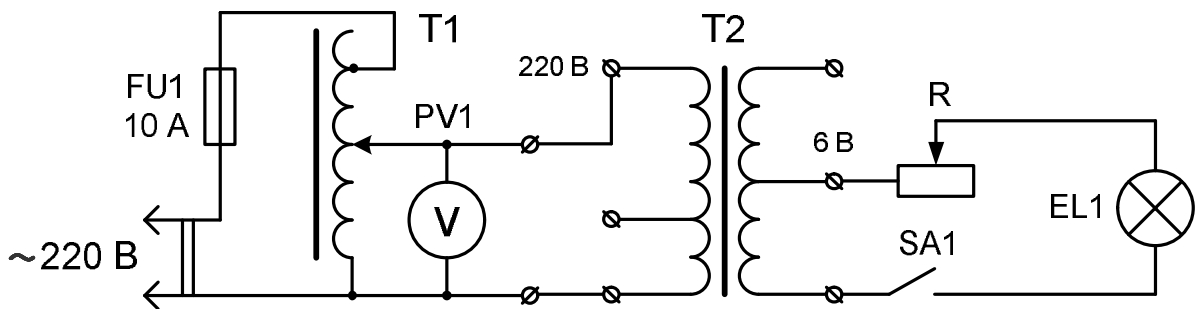

Рис. 15
3. Доповніть електричне коло реостатом R (див. рис. 15). Підберіть опір реостату таким, щоб нитка лампочки при замиканні кола майже не розжарювалась. Ця схема моделює значні втрати енергії при передачі низькою напругою.